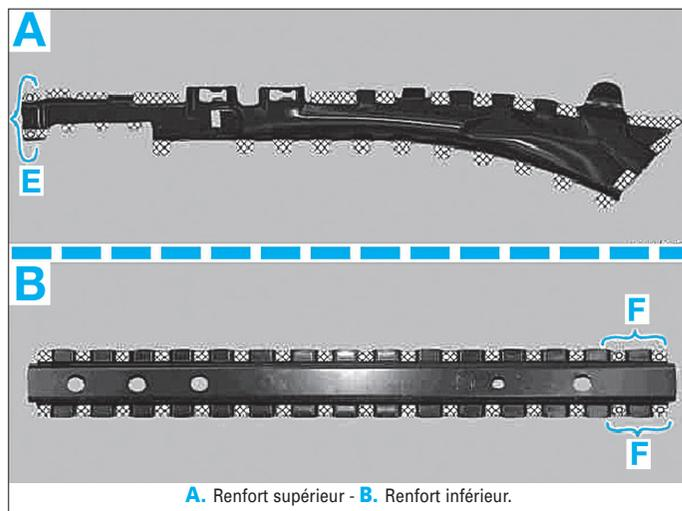

FIG. 41
- zone (E) de la bride de renfort supérieur (Fig.41).
- zone (F) de la bride de renfort inférieur.